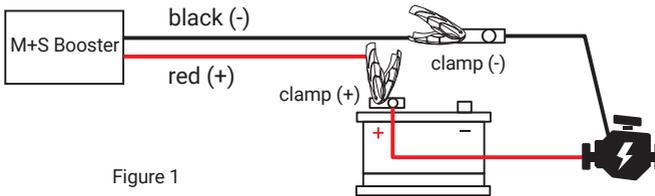

Figure 1
Der M+S Booster schaltet sich automatisch ein. Im Display sehen Sie die Spannung der Fahrzeugbatterie. (Fig. 1)
3. Verbinden Sie die schwarze Polzange des extern aufgeladenen M+S Boosters mit dem MINUS-Pol der Fahrzeugbatterie und die rote Polzange des M+S Boosters mit dem PLUS-Pol der Fahrzeugbatterie. Im Display sehen Sie die Spannung der Fahrzeugbatterie. (Fig. 1)
2. Verbinden Sie die schwarze Polzange des M+S Boosters mit dem MINUS-Pol der Fahrzeugbatterie und die rote Polzange des M+S Boosters mit dem PLUS-Pol der Fahrzeugbatterie. Der M+S Booster schaltet sich automatisch ein. Im Display sehen Sie die Spannung der Fahrzeugbatterie. (Fig. 1)